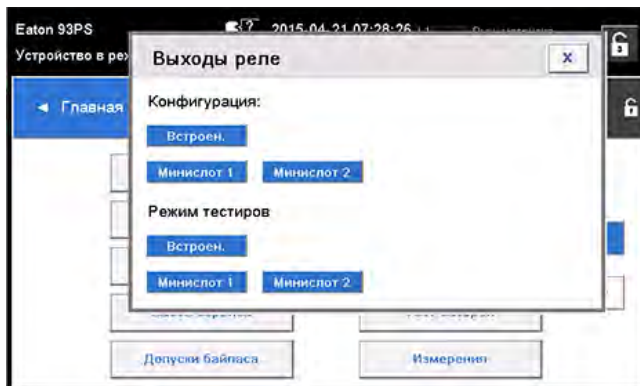

Рисунок 34. Параметры конфигурации релейных выходов
10. Для проверки реле необходимо выбрать любой из параметров в режиме тестирования (см. рисунок 34).